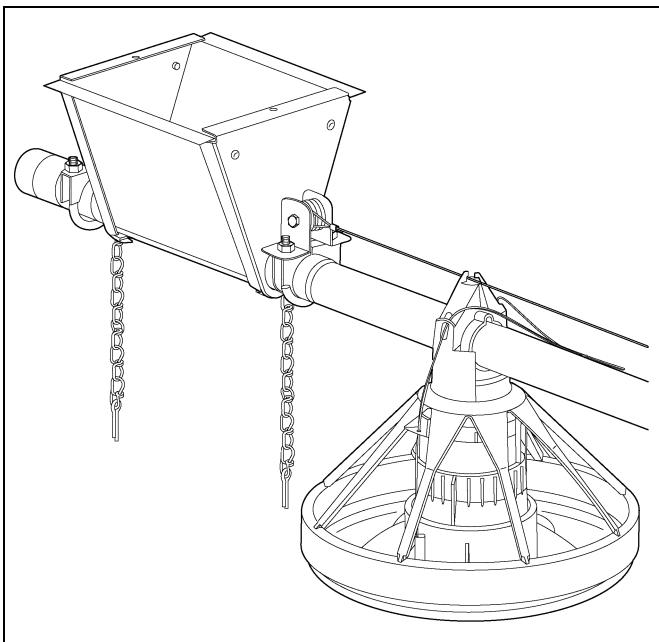

Рисунок 4АО
- Пропустите провод электрошокера через направляющие троса вверху труб отвода, как показано на Рисунок 4АО.